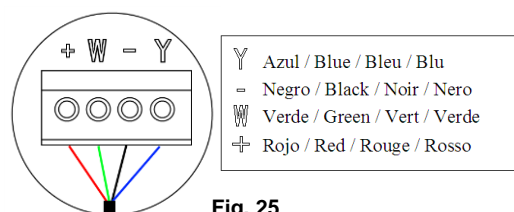

Fig. 25
El termostato se puede comunicar con el módulo bien por cable (AZAMPCIIRC) o bien vía radio (AZAMPCIIRR). Para la opción cableada, se conecta mediante una borna de 4 pines ^④. Para ello fije el cable con los tornillos de la borna, **respetando el código de colores asociado a la serigrafía** (Fig. 25).